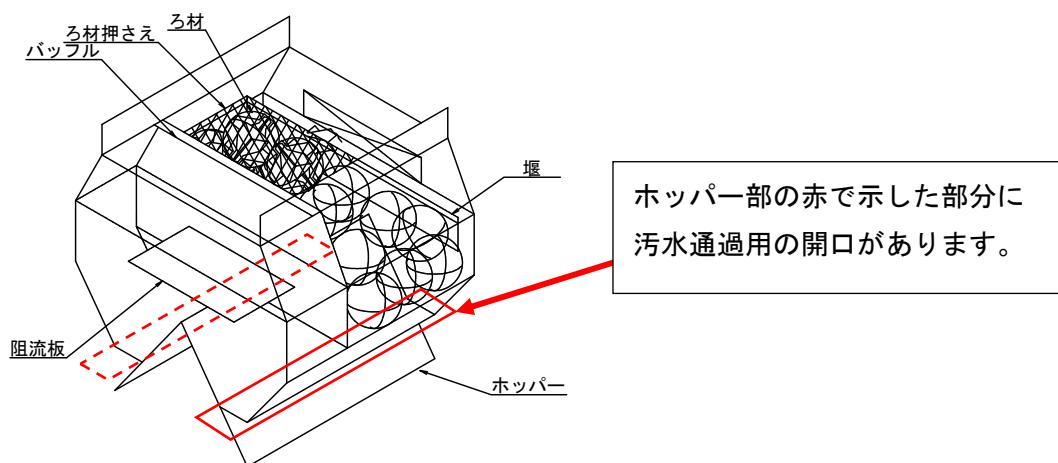

図3-4 固液分離部概略図
①棒状のもので水面下ろ材下ホッパー部（水面下400mm以下）をまんべんなく軽く突いて夾雑物の有無を確認してください。（図3-4～図3-6参照）